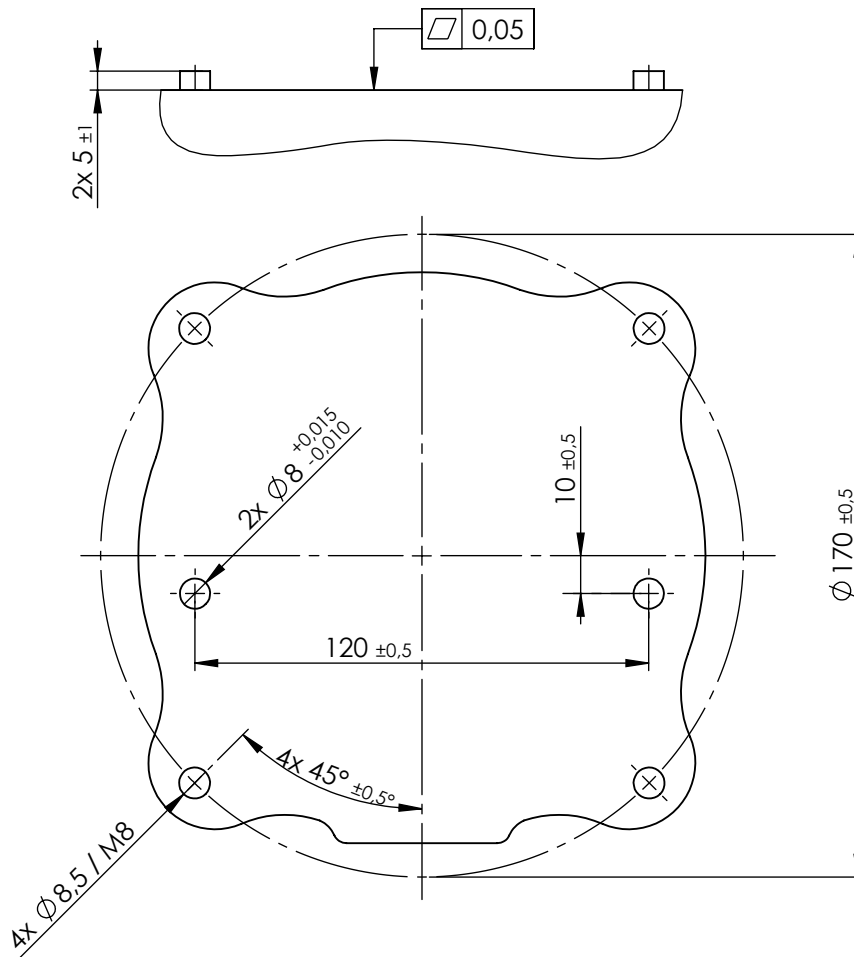

Figura 4.1: Orificios de montaje del robot. Usar cuatro pernos M8. Todas las medidas están en mm.
**Brazo robótico** El brazo robótico se monta utilizando cuatro pernos M8 en los cuatro orificios de 8.5 mm de la base. Se recomienda apretar estos pernos con un par de torsión de 20 N m. En caso de que se desee volver a colocar de forma muy precisa el brazo robótico, se suministran dos orificios de Ø8 para utilizar con una clavija. Asimismo, como accesorio, también puede adquirirse una contrapieza precisa para la base. La figura 4.1 muestra dónde taladrar los orificios y montar los tornillos.